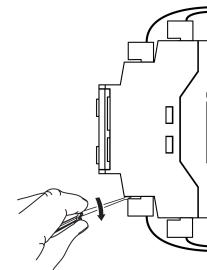

Рисунок 4.2 – Отсоединение съемных частей клемм
1. Снять ответные части съемных клеммников (см. рисунок 4.2).